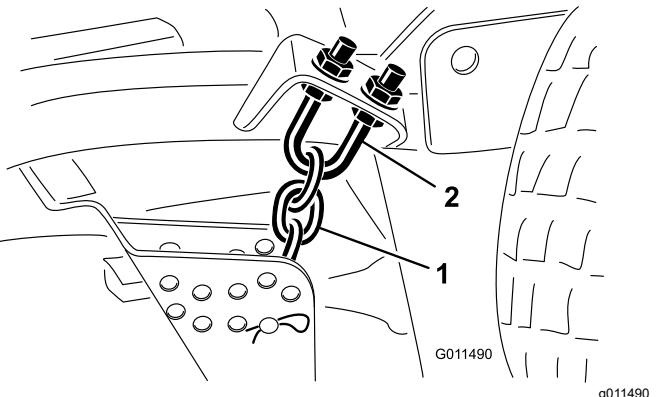

Figura 84
1. Afloje las contratuerca en la parte superior o inferior del perno en U de la cadena de altura de corte (Figura 84).